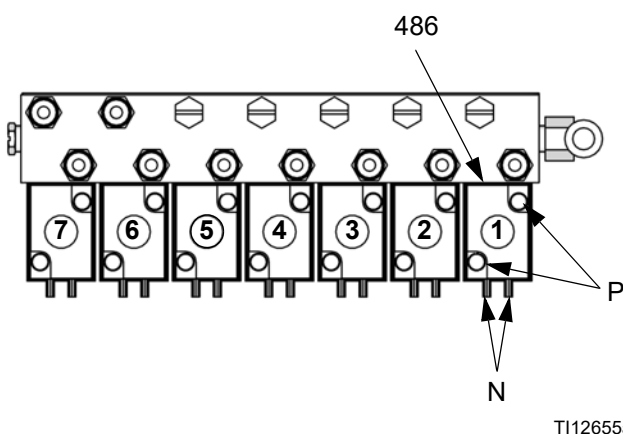

ABB. 31: RoboMix-Magnetventile
4. 2 Schrauben (P) lösen und das Magnetventil (486) entfernen. Siehe ABB. 31 und Tabelle 8.